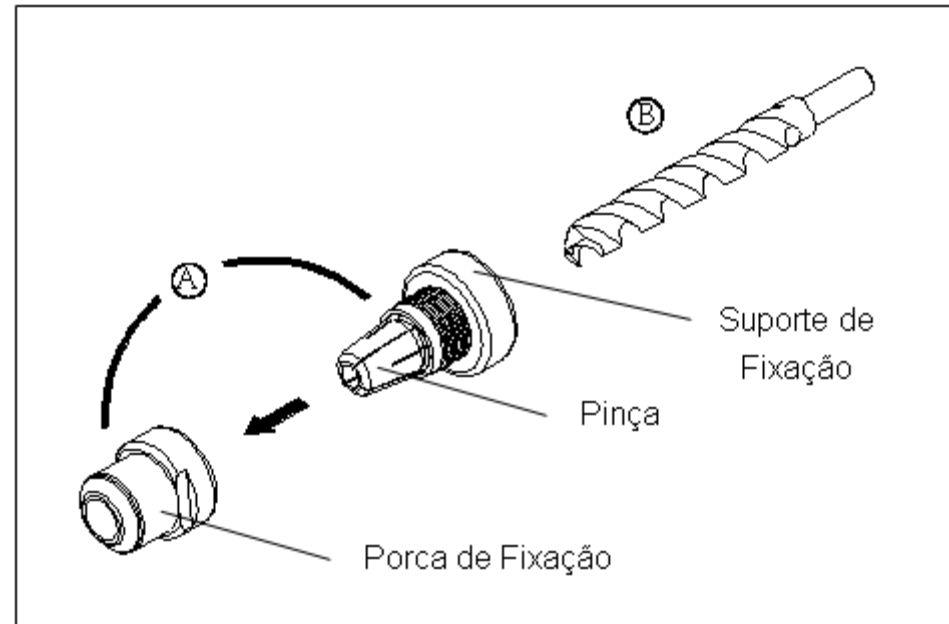

Figura 4-2
6. Mantenha a broca presa, porém livre para girar para ajustes conforme a figura. (Figura 4-2)